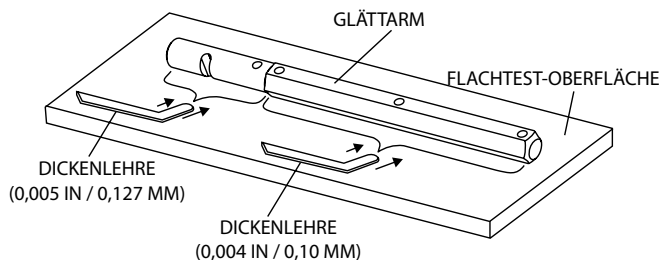

Abbildung 55. Flachheitstest des Glättarme
1. Verwenden Sie eine dicke Stahlplatte, eine Granitplatte oder eine andere Oberfläche, die eben und flach ist, um zu überprüfen, dass alle sechs Seiten jedes Glättarms flach sind (Abbildung 55).